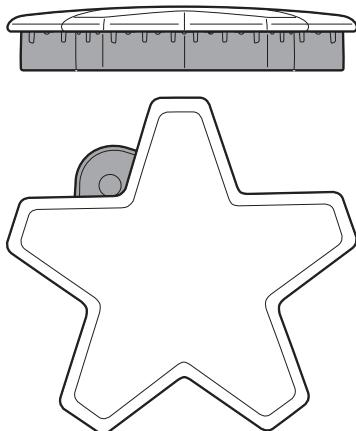
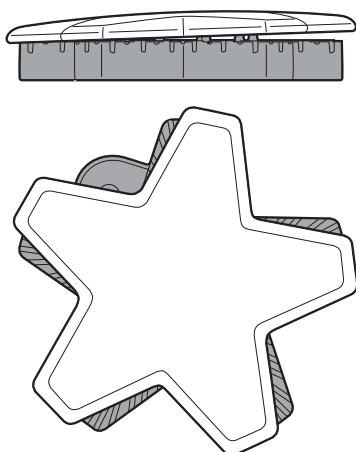

Figure 13 : Chapeau de brûleur correctement placé
Figure 14 : Chapeau de brûleur incorrectement placé
5. **Assurez-vous que les chapeaux des brûleurs STAR^{mc} sont bien posés sur leurs bases sur la table de cuisson (Figure 13 et Figure 14 à la page 15).** Allumez chaque brûleur pour vous assurer que la flamme est d'une couleur adéquate. Consultez la section « *Description de la flamme* » à la page 16 pour plus de détails.
- Vérifiez chaque brûleur pour vous assurer qu'il n'y a pas d'espace entre le chapeau et la base du brûleur. Voir les *Figure 13* et *Figure 14* pour des exemples de chapeau de brûleur correctement ou incorrectement placés.
- Vous pouvez essayer de déplacer délicatement les chapeaux des brûleurs latéralement pour vous assurer qu'ils sont placés correctement sur leur base. Lorsqu'ils sont bien placés, les chapeaux des brûleurs sont droits sur la base et couvrent complètement la base du brûleur en forme d'étoile lorsque vous les regardez d'en haut, comme sur la *Figure 13*.